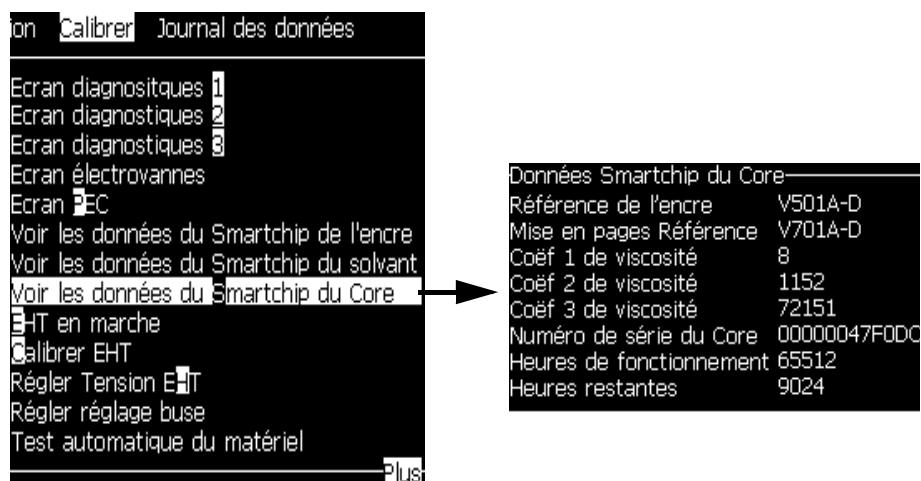

Figure 4-17 : Visualiser données de puce intelligente de l'encreur
- 1 Sélectionnez *Visualiser données de puce intelligente d'encreur* dans le menu *Étalonner* (Figure 4-17) pour consulter le nombre d'heures de fonctionnement de l'encreur. Le nombre d'heure de fonctionnement de l'encreur n'est configuré de nouveau qu'après changement de l'encreur.